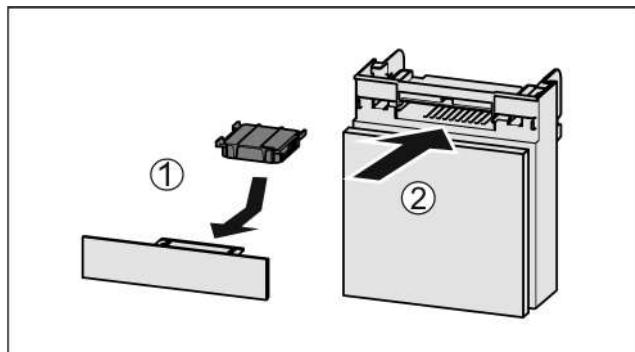

Fig. 35
- Вставити фільтр з активованого вугілля за малюнком Fig. 35 (1).
- Вставити відділення Fig. 35 (2).